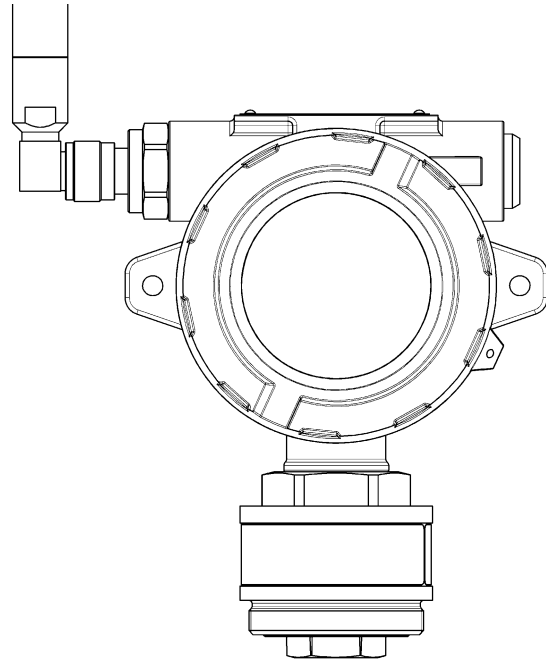

Рисунок 14 – Газоанализатор без влагозащитной насадки
- б) Снять влагозащитную насадку с газоанализатора (рис. 14);